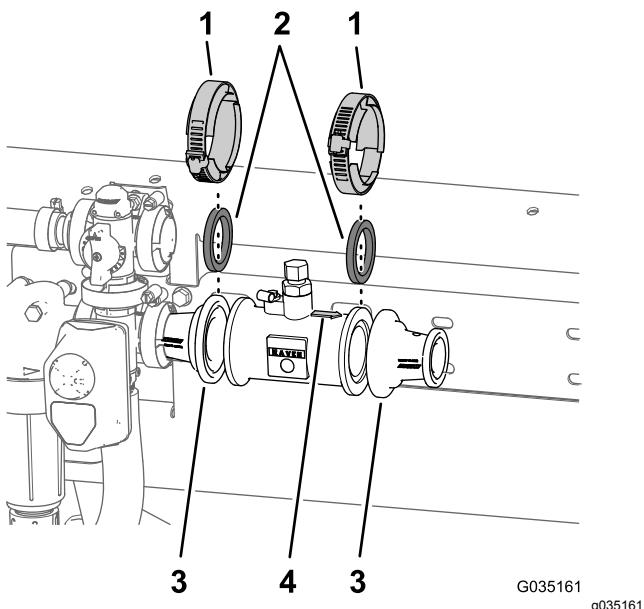

図 55
- A. ステップ 2B カップリングCH-ブレーキと縮径アダプタを外す(ページ 17)で取り外したガスケット2 1/4"を、マスターントロールバルブの右側に取り付けられているフローメータと縮径アダプタとの間に取り付ける図 55。
- B. ガスケット、フローメータ、縮径アダプタ図 55を、ステップ 2A カップリングCH-ブレーキと縮径アダプタを外す (ページ 17)で取り外したフランジクランプ76 mmで仮組みする。
- C. ステップ 2C カップリングCH-ブレーキと縮径アダプタを外す (ページ 17)で取り外したガスケット (2 1/4") と縮径アダプタを、フローメータの矢印の先端側にセットする (図 55)。
- D. ガスケット、フローメータ、縮径アダプタ図 55を、ステップ 2A カップリングCH-ブレーキと縮径アダプタを外す (ページ 17)で取り外したフランジクランプ76 mmで取り付ける。